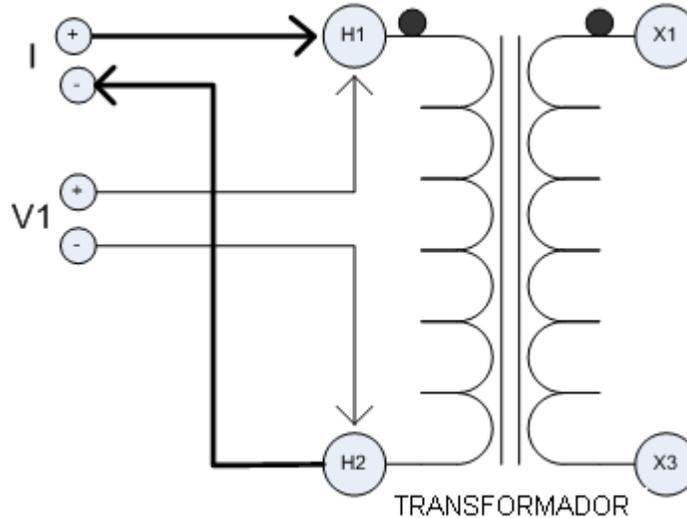

Figura 2: Medición de un Solo Arrollamiento
4. Conecte los conductores de tensión "V1" al arrollamiento del ejemplar que va a probarse. No sujete los conductores de tensión sobre los conductores de corriente, porque esto agregará resistencia de contacto a la medición. Ver Figura 2.
Conecte la salida de corriente (I) al arrollamiento del espécimen que se prueba. Ver Figura 2.